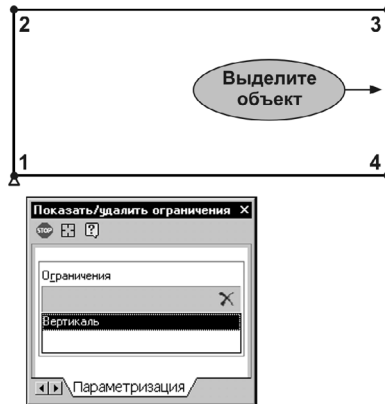

Рис. 59.32.
6. Выделите отрезок 3–4, проверьте его связи и ограничения (рис. 59.32).